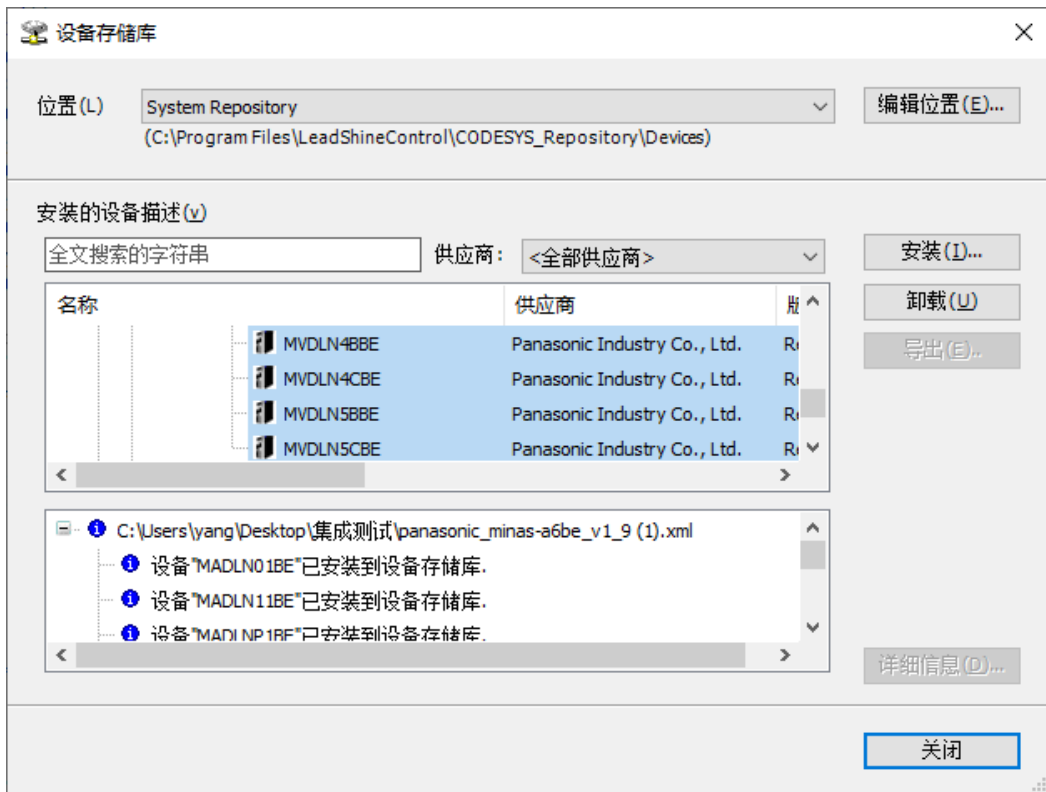

图 15.13 将“设备描述文件”导入设备
4、打开文件之后，软件会自动导入设备，此时可观察信息输出框，确认安装完成后，点击“关闭”按钮即可，如图 15.13 所示。